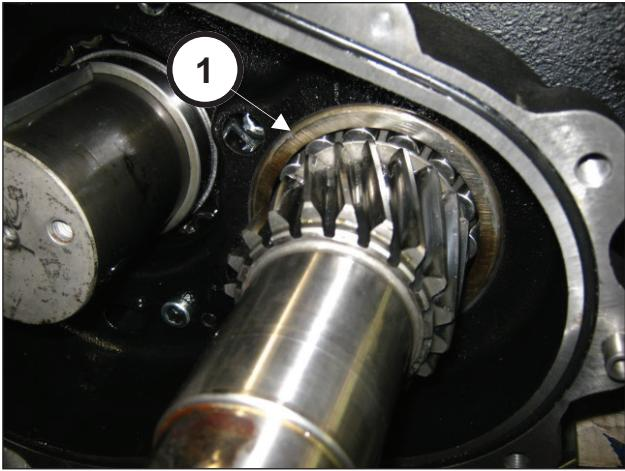

Fig. 65
Emmancher le roulement jusqu'en butée (rep. ①, Fig. 65).